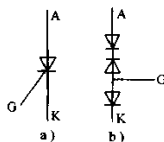

图 5-39 单向晶闸管的符号及其内部等效电路
(1) 电路符号。单向晶闸管的符号及其内部等效电路如图 5-39 所示。
(2) 极性的判别方法：由于这类晶闸管所需的触发电流较小，故可用万用表来测试。从图中可看出，单向晶闸管的 G、K 极间为一个 PN 结。因此，根据其单向导电性就能迅速确定其三个电极。具体步骤是：